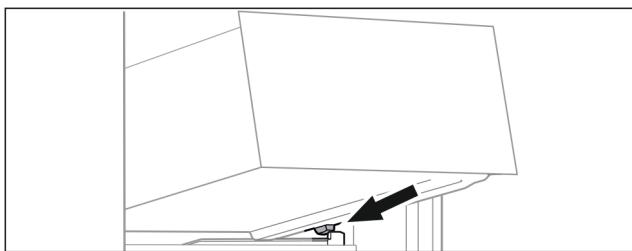

Fig. 94
- Schubfach schräg hinter den Stopfern auf Behälter-rippe aufsetzen. (siehe Fig. 94)